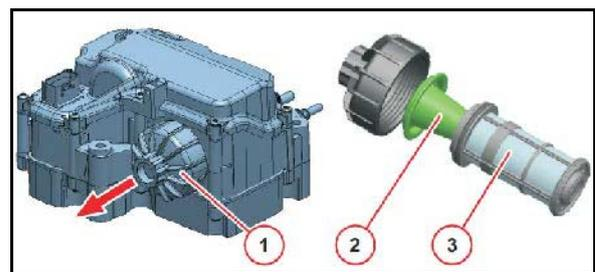

Fig. 165
2. Retirer la jauge à huile (Fig. 165/1) et la nettoyer avec un chiffon propre.
4. Ajuster le niveau en versant une huile recommandée dans l'ouverture (Fig. 165/2,3) si nécessaire.
5. Dévisser la vis de vidange d'huile (Fig. 165/4).